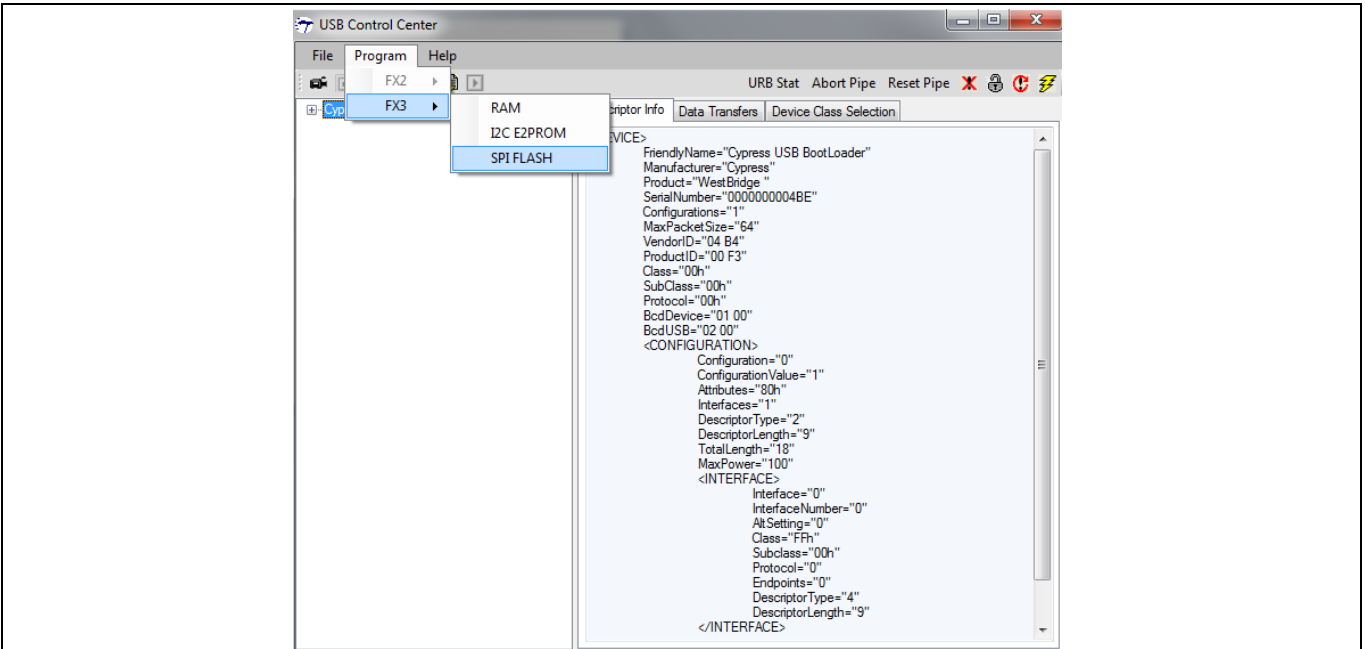
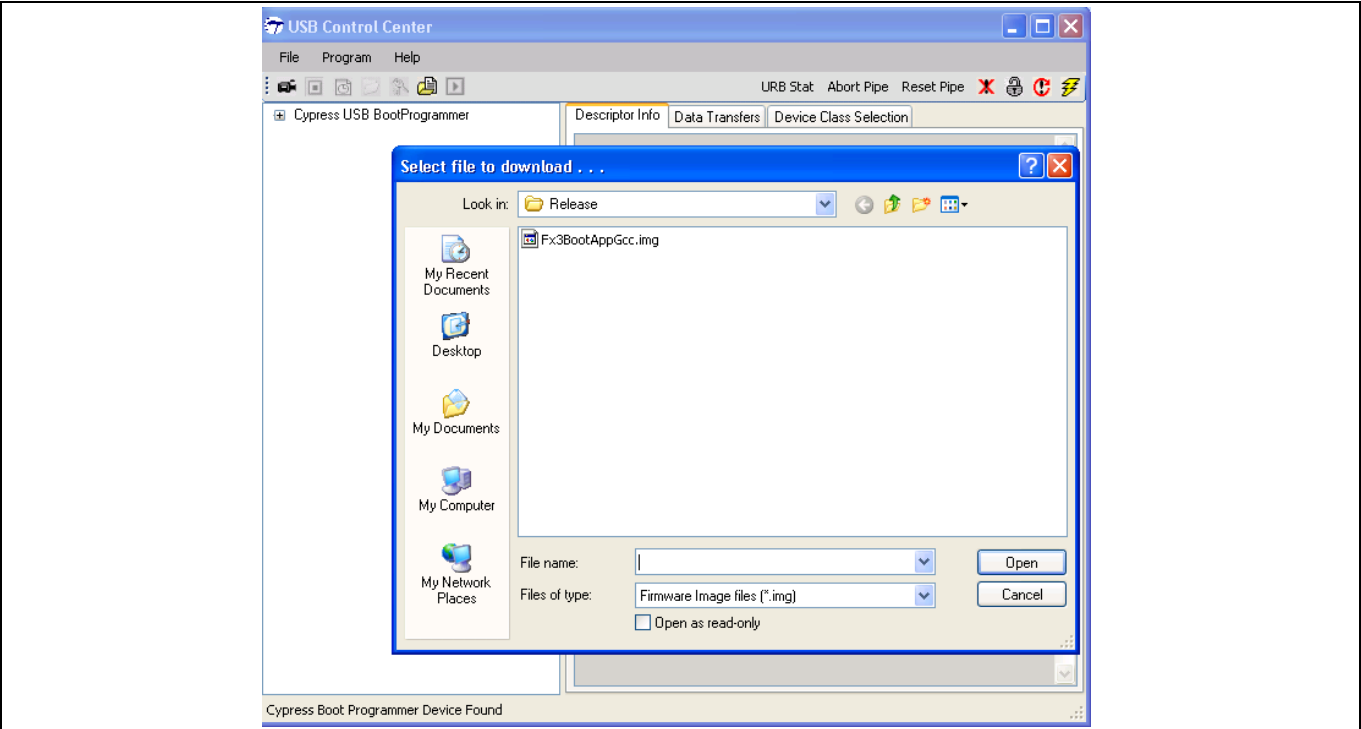

Figure 31 在 Control Center 中依次选择 Program > FX3 > SPI FLASH
Figure 32 双击需要编程到 SPI 闪存内的.img 文件
4. 在 Control Center 窗口中, 选择 FX3 器件, 然后依次选择 Program > FX3 > SPI FLASH, 如 **Figure 31** 所示。浏览到被编程到 SPI 闪存内的 .img 文件, 如 **Figure 32** 所示。